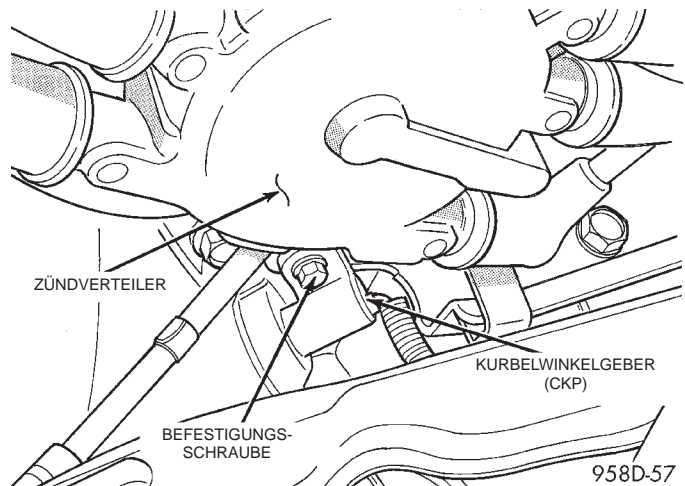

Abb. 46 Kurbelwinkelgeber (CKP)
- (1) Tempomat-Servolenk vom fahrerseitigen Federbeindom abbauen.
- (2) Befestigungsschraube des Kurbelwinkelgebers lösen (Abb. 46).